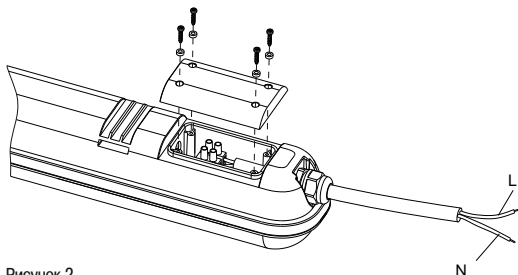

Рисунок 2
5.1 Подключение светильника типа ДСП 1421–ДСП 1426 (рисунок 2):